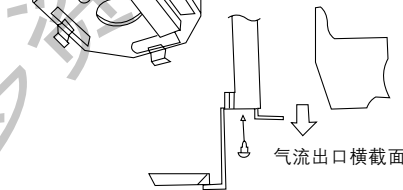

图9
- 拧开四个M8的螺丝钉,再通过拧紧4个螺丝钉来固定室内机。(见图9)